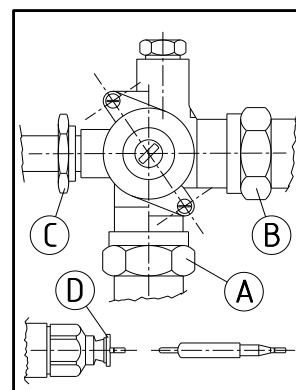

Fig. 7
- Quemadores vistos, plancha, placa radiante, horno. (Fig. 7 y 8)
- a) Soltar el tornillo **(D)** de unión del termopar **(A)** al conjunto del quemador de encendido **(C)** (Fig. 7 y 8).
- b) Soltar la tuerca de unión del termopar a la válvula de gas **(D)**. (Fig. 7 y 8)